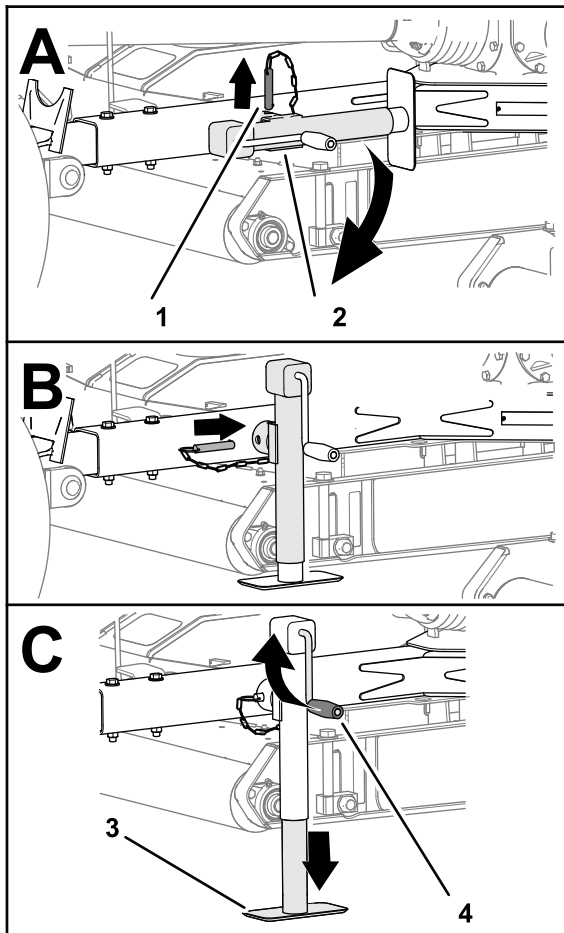

Bild 17
3. Entfernen Sie den Stift und schwenken Sie den Deichselheber nach unten (Bild 17).
4. Fluchten Sie das Loch in der Deichsel mit dem Loch im Deichselheber aus (Bild 17).
5. Stecken Sie den Stift durch das Loch in der Deichsel und den Deichselheber (Bild 17).
2. Drehen Sie die Deichselheberkurbel, um das Ständer vollständig anzuheben; siehe Bild 17 in Abstützen des Mähers mit dem Deichselheber (Seite 14).